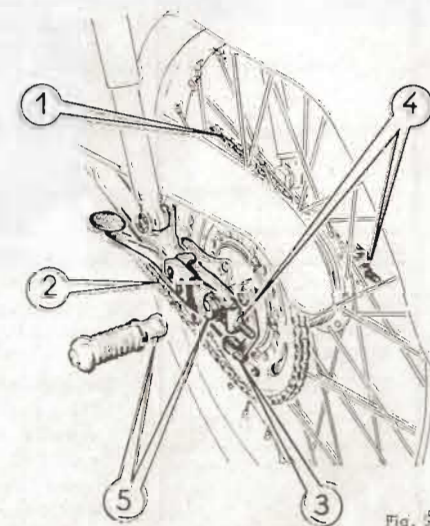

Fig. 54
- Desserrer les 2 écrous d'axe (5) (fig. 54).
- Visser les écrous des 2 tendeurs (4) d'un même nombre de tours pour chacun d'eux jusqu'à ce que la chaîne soit tendue, ne pas exagérer, la roue doit tourner librement quelle que soit la position de la fourche arrière, pour les véhicules à suspension balancière. Bloquer les écrous d'axes (5), ensuite les écrous des tendeurs (4).